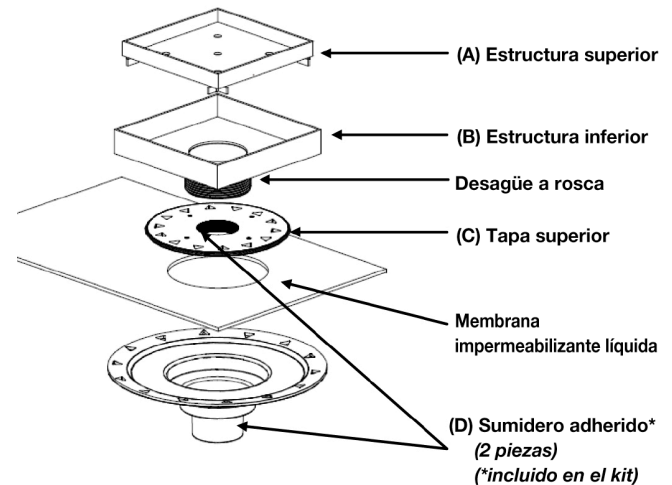
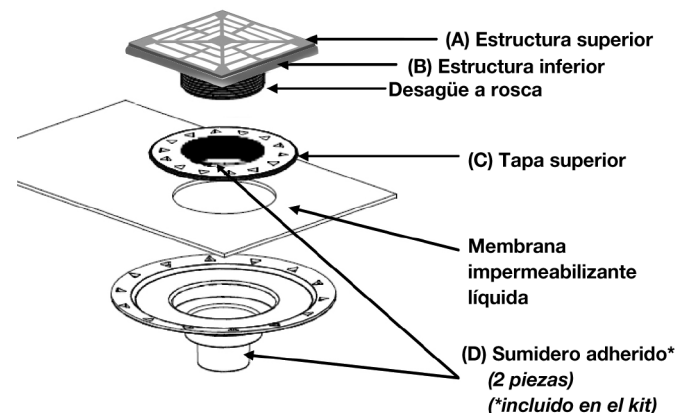

Fig. 1
Fig. 2
Antes de colocar el mortero, aplique una capa de lechada de mortero adhesivo realizado con 254 Platino Adhesivo Multiuso. Mientras la capa de lechada de mortero adhesivo esté húmeda, extienda 3701 Mortero Fortificado y compáctelo bien. Las capas de mortero deberán tener 19 mm (3/4 pulg.) como mínimo y 50 mm (2 pulg.) como máximo. Las capas de mortero que superen los 50 mm (2 pulg.) de espesor deberán ser detalladas por el arquitecto siguiendo la especificación F112 del TCNA. Antes de instalar HYDRO BAN Sumidero para Unir al Desagüe, asegúrese de que los paneles de cemento se hayan instalado en las paredes siguiendo las recomendaciones del fabricante. HYDRO BAN Sumidero para Unir al Desagüe se debe instalar de acuerdo a la norma Method B422 del TCNA. Antes de instalar Sumidero para Unir al Desagüe, asegúrese de que el agujero en el piso donde se realiza la conexión de la tubería de desagüe tenga 10.8 cm (4.25 pulg.) de diámetro. El reborde de HYDRO BAN Sumidero para Unir al Desagüe se debe colocar aproximadamente 32 mm (1.25 pulg.) sobre el nivel del sustrato. Instale en seco HYDRO BAN Sumidero para Unir al Desagüe en el hueco y hasta la tubería de desagüe. Cuando lo conecte a una tubería de desagüe de 50 mm (2 pulg.) ya colocada, la parte superior de la tubería deberá estar ubicada a 44 mm (1.75 pulg.) por debajo de la superficie del sustrato. Asegúrese de que HYDRO BAN Sumidero para Unir al Desagüe sea de PVC cuando lo conecte a una tubería de desagüe de PVC o de ABS cuando lo conecte a una tubería de desagüe de ABS. Una vez colocado, aplique cemento alrededor de HYDRO BAN Sumidero para Unir al Desagüe utilizando cemento y solvente para PVC para el sumidero de PVC, y cemento y solvente para ABS para el de ABS y las conexiones de la tubería de desagüe. Asegúrese de que HYDRO BAN Sumidero para Unir al Desagüe esté nivelado antes de que el cemento para PVC o ABS haya fraguado. NO MEZCLE los materiales, esto ocasionará una falla en la soldadura de las tuberías. Cuando lo instale sobre madera contrachapada grado exterior (EGP), el sumidero para unir al desagüe (D) en la Fig. 1 y 2 se puede atornillar al sustrato utilizando tornillos galvanizados o de
#### Instalación de HYDRO BAN® y revestimiento (Fig. 1 y Fig. 2)
3. Revista las paredes y los pisos; cuando la capa delgada y el revestimiento ya se puedan instalar alrededor de HYDRO BAN Sumidero para Unir al Desagüe, peine el mortero de capa delgada en el sumidero (D) y coloque el disco superior (C) sobre el sumidero. La capa delgada debe penetrar en los triángulos calados del disco superior (C). Raspe cualquier exceso de capa delgada del disco superior (C) con una llana metálica. Cuando revista las proximidades del disco superior, inserte la salida roscada del marco superior e inferior (A y B) en el agujero de la placa superior (C). Ajuste los marcos superior e inferior enroscando la salida al disco superior (C) para poder ajustarle la altura (fig. 2). Coloque la capa delgada sobre el disco superior (C) e instale el revestimiento.
4. Si utiliza la rejilla ciega con HYDRO BAN Sumidero para Unir al Desagüe, retire el marco superior (A) y aplique a la superficie